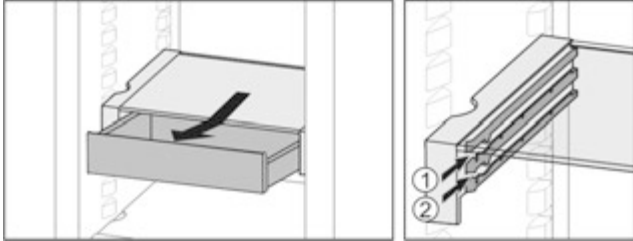

Fig. 36
- ▶ Вставити на будь-якій висоті Fig. 36 (1) або Fig. 36 (2).